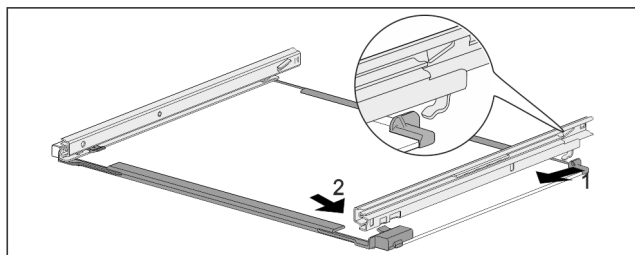

Fig. 111 带轨道的玻璃隔板
- 轨道后部钩入。 Fig. 111 (1)
- 轨道前部卡紧。 Fig. 111 (2)